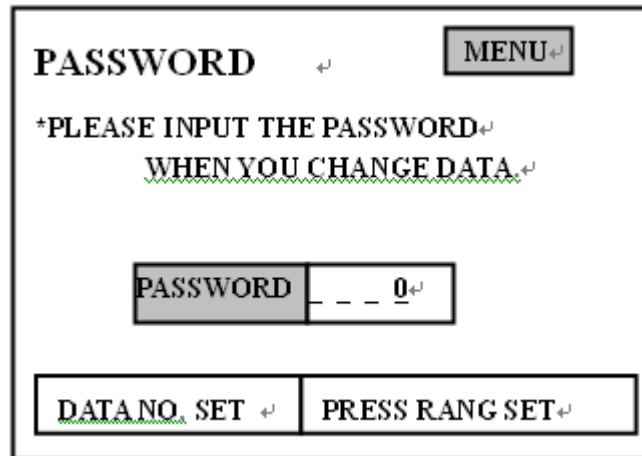

图 14-8 压力范围设置界面
(1) 进入图 14-8 所示压力偏差数值设定操作界面：
- 将出现图 14-8 界面：